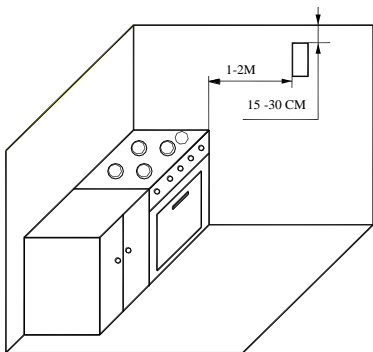

Рисунок 2. Схема расположения газового сигнализатора.
- сигнализатор следует устанавливать на вертикальной стене в местах возможной утечки газа (вблизи газовых плит, газовых нагревательных и отопительных приборов, вентилей, клапанов и т.д.) (см. рисунок 2);